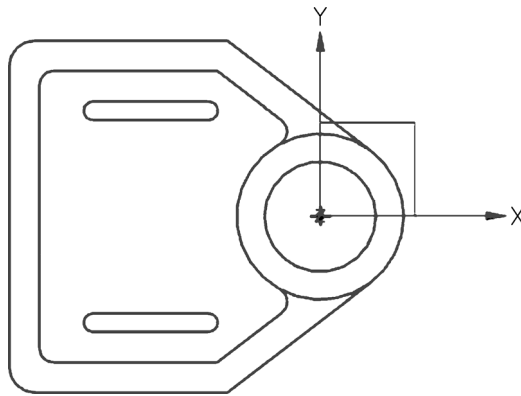

图 1-3-13 托盘图形
(8) 单击【完成草图】命令，完成草图绘制，如图 1-3-13 所示，并进行保存。